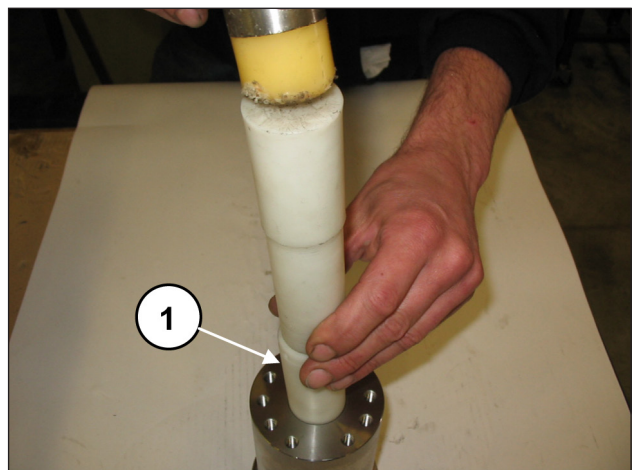
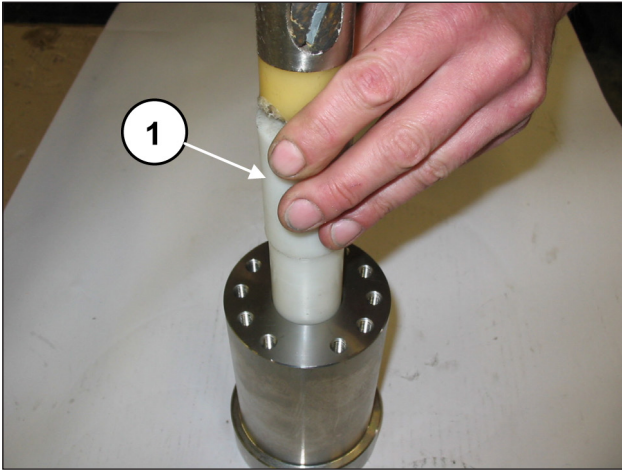

Fig. 130
Fig. 131
Pour installer correctement la douille en position axiale, utiliser l'outil (réf. 27911200 pour SK20, réf. 27911400 pour SK22, réf. 27911500 pour SK24, réf. 27911600 pour SK26, réf. 27911700 pour SK28, réf. 27911800 pour SK30) (rep. ①, Fig. 130 et Fig. 131).